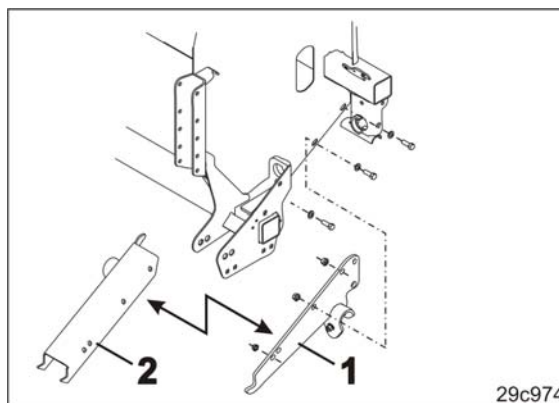

Fig. 90
- zwei Anlenkplatten (Fig. 90/1) zum Einsatz mit Packerwalze PW 500
- zwei Trägern (Fig. 90/2) zum Einsatz mit Keilringwalze KW 520.